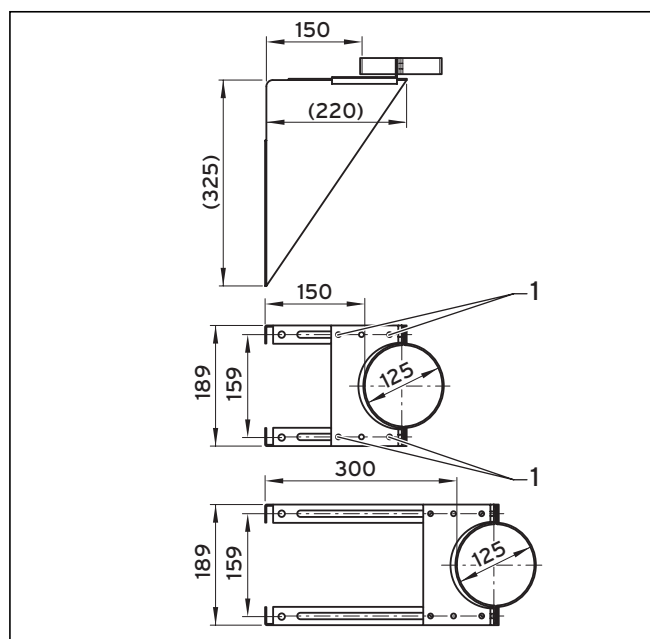

Fig. 4.47 Montage de console murale
- Définissez la distance par rapport au mur et serrez les 4 vis (1, fig. 4.47) en position de montage.